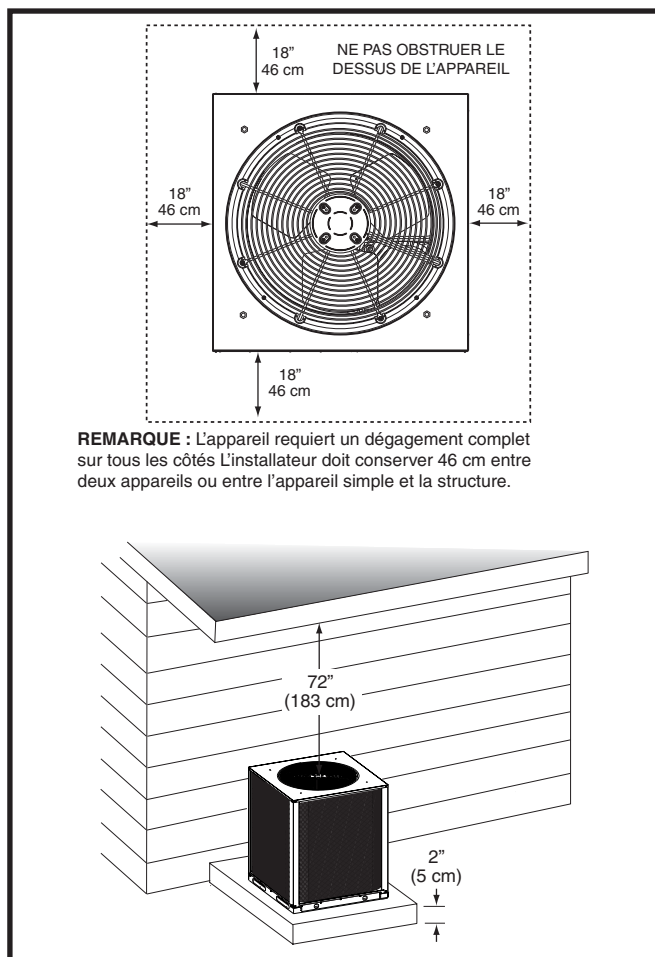

Figure 1. Exigences de dégagement minimal
- Les obstacles aériens (Figure 1), les zones mal aérées et les zones propices à l'accumulation de débris sont à proscrire.
- Un dégagement suffisant pour permettre à l'air de circuler sans obstruction à travers le serpentin extérieur doit être maintenu pour obtenir le rendement nominal. Pour les paramètres de dégagement minimum, consultez la Figure 1.
- Les dégagements doivent respecter ceux qui sont illustrés à la Figure 1 (page 4).
- Une dalle de montage adéquate doit être installée et séparée de la fondation de l'édifice. La dalle doit être au niveau et assez résistante pour supporter le poids de l'appareil. La dalle doit être à au moins 5 cm au-dessus du sol et offrir un drainage adéquat. Voyez la Figure 1.